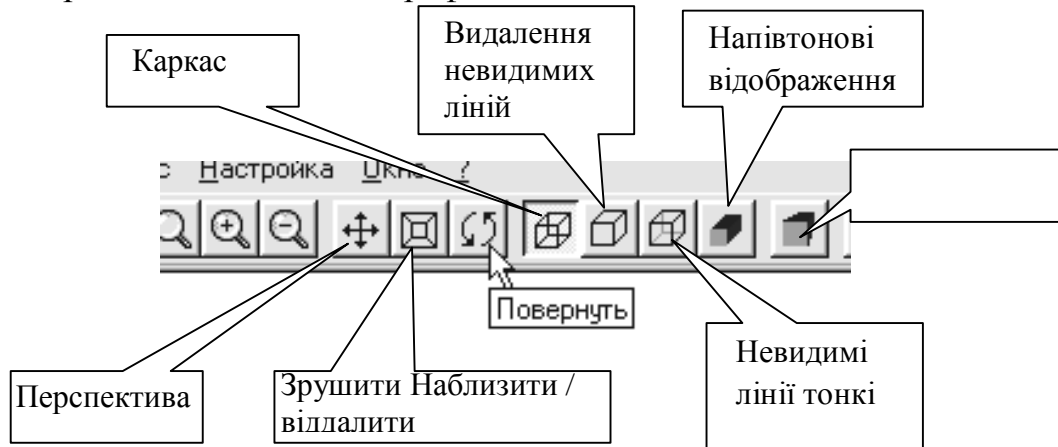

Рис. 5.15.
9. Виберіть орієнтацію *Ізометрія*, рис. 5.15. Для обертання деталі натисніть кнопку *Обертати деталь* на *Панелі управління*, рис. 5.15. Натисніть ліву кнопку миші у вікні деталі і, не відпускаючи її, переміщайте курсор. Деталь буде повертатися навколо центральної точки габаритного паралелограма, напрям обертання залежить від напрямку переміщення курсору. Якщо необхідно перемістити деталь на екрані, можна скористатися кнопкою *Зрушити*. Натисніть ліву кнопку миші і, не
11. Змініть тип відображення деталі, для цього використовуйте кнопки: *Каркас*, *Видалення невидимих ліній*, *Невидимі лінії тонкі*, *Напівтонові відображення*, *Перспектива*, рис. 5.15.